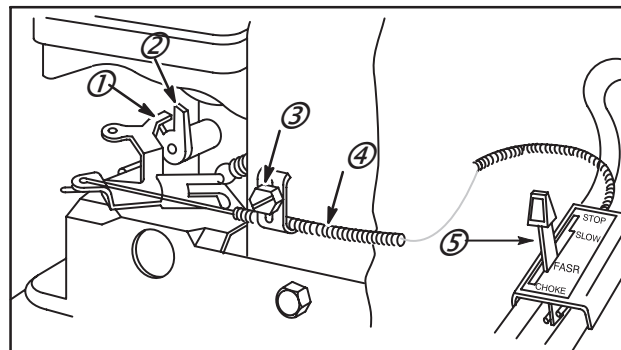

Fig. 55
2. Fixer ensuite la gaine et le pontet comme indiqué Fig. 55.
3. Placer le levier de commande en position FAST (plein gaz) (5), Fig. 55.
4. Le levier (1) sur le carburateur doit effleurer l'axe de starter en (2), Fig. 55.
5. Déplacer le pontet (4) d'avant en arrière jusqu'à ce qu'une position correcte soit trouvée.
6. Serrer la vis (3). Vérifier le bon fonctionnement après réglage, Fig. 55.